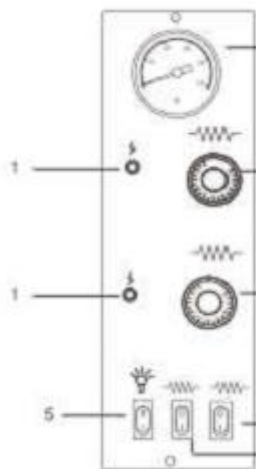
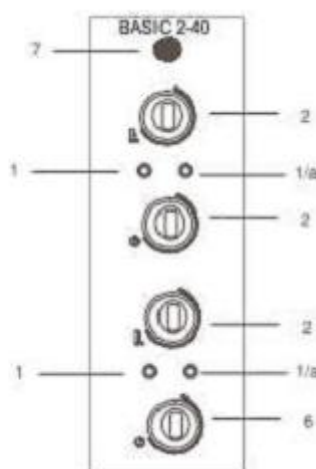

Рис.1 Панель печи
Рис.3 Панель печи
- 3) Переведите нагревательные элементы (рис.1,;2_3) в положение “I”; для печи 2/40: нажмите основной выключатель “рис.3_7”;
- 4) Включите ТЕНЫ, установив для термостатов (Рис.1, 2, 3 – функц.2) температуру 150°C, указанную на рукоятке настройки. Соответствующий красный свет, сигнализирующий о работе резисторов, загорится;
- 6) Отключите работающие ТЕНЫ, переведя показания термостатов (Рис.1, 2, 3 – функц. 2) в положение “0” и предупредительный свет погаснет. Для печи 2/40: нажмите основной выключатель и отключите нагревательные элементы;
- 8) Закройте дверцу и повторите операцию, как указано в пункте **4)**, установив термостаты (рис.1; 2_функц.2) на температуру **400°C**, указанную на кнопке. Для печи **2/40**: установите термостаты (рис.3_функц.2) на температуру **350°C**.
- 10) Отключите ТЭНЫ, переведя показания термостатов (**Рис.1, 2, 3 – функц. 2**) в положение **“0”**;
- 12) В печи **2/40** Вы можете регулировать температуру приготовления, установив секунды при помощи таймера (рис.3_функц.6). После того, как время будет установлено, нагревательные элементы отключатся. Чтобы выбрать режим приготовления, переведите кнопку таймера (рис.3_функц.6) в положение **“ON”** повернув её влево.
- 2) Переведите выключатель нагревательных элементов (рис.1, 2_функц.3) в положение **“I”**; для печи **2/40**: нажмите основной выключатель (рис.3_функц.7)
- 3) Включите ТЭНЫ, установив для термостатов (**Рис.1, 2 – функц. 2**), необходимую температуру, указанную на рукоятке настройки. При этом загорятся соответствующие светодиоды, подтверждающие, что ТЭНЫ действительно работают;
- 4) После того, как печь нагреется до необходимой температуры (см. **пункт 9** настоящего параграфа), показания которой выводится на термометр (**Рис.1 – функц. 4**), можно поставить пиццу в печь для выпекания.
- 6) Для освещения внутренней части камеры выпечки нажмите на выключатель лампочки печи (**Рис.1-функц.5**).
- 1) Выключите печь, переведя выключатель тэнов печи (**Рис.1,2 – функц. 3**) в положение **“0”** и кнопки, которые регулируют термостаты (**Рис.1,2 – функц. 3**). Для печи **2/40**: нажмите основной выключатель и отключите нагревательные элементы.